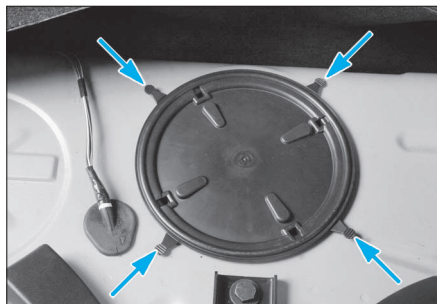

FIG. 15
- Déposer la trappe de visite (Fig.15).